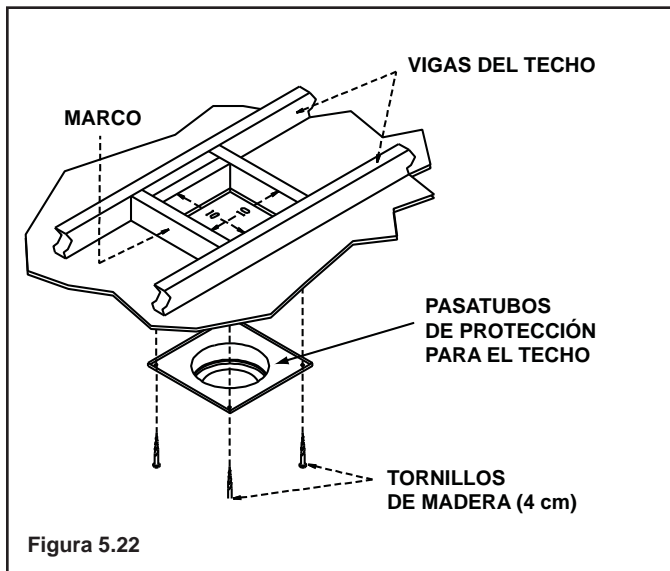

Figura 5.22
Para instalar un pasatubos de protección en un techo plano, abra un agujero cuadrado de 25,4 cm, usando como centro el agujero abierto en el paso 2. Encadre el agujero como se muestra en la **Figura 5.22**.
**Nota:** Si el tiro vertical atraviesa distintos pisos, es necesario instalar un cortafuegos para el techo en el segundo piso y en los pisos subsiguientes (**Figura 5.25**). El marco de la abertura debe tener unas dimensiones interiores de 22,9 cm x 22,9 cm, tal y como se muestra en la **Figura 5.22**.